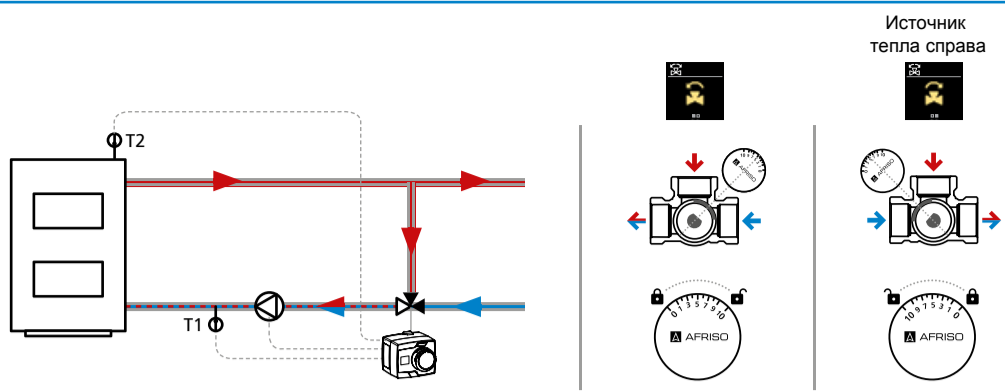
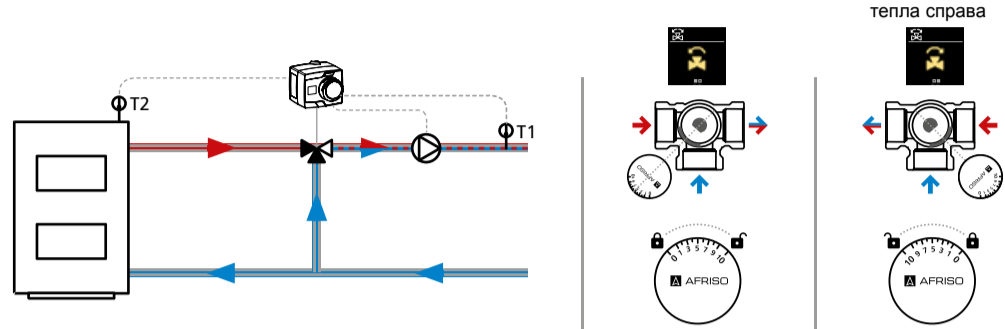

Рис. 10. Схема со смесительным клапаном, установленным на обратной линии источника тепла для защиты котла от низкотемпературной коррозии.
Рис. 11. Схема со смесительным клапаном, установленным на подаче для поддержания заданной температуры.
4. Датчик температуры T1 и T2 должен быть установлен в соответствии с выбранной схемой (Рис. 10., Рис. 11., Рис. 12.) с помощью адаптеров, входящих в комплект.
Выберите соответствующую схему в соответствии с установкой, на которой установлен смесительный клапан. Вы можете выбрать схему с клапаном, установленным на обратной линии источника тепла (Рис. 10.), на подающей трубе (Рис. 11.) или с 4-ходовым клапаном (Рис. 12.)
На последнем шаге установите соответствующую шкалу «от 0 до 10» или «от 10 до 0» в соответствии с выбранной схемой (Рис. 10., Рис. 11., Рис. 12.). Чтобы изменить шкалу, приподнимите пластину, переверните и снова наденьте.